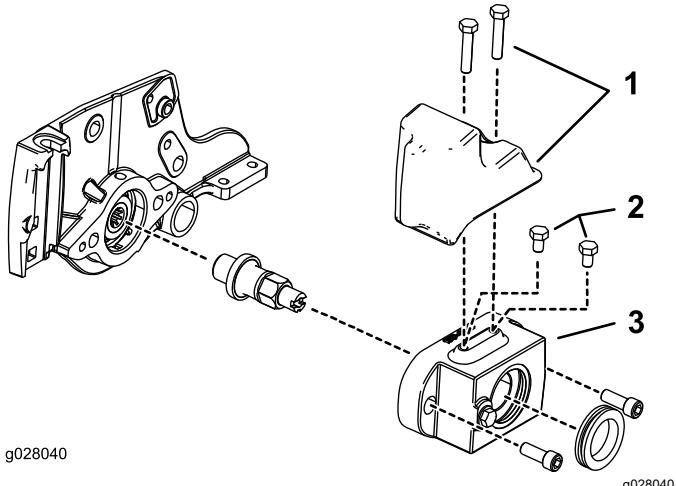

Figura 5
- Motores de molinete hidráulicos de 12,7 cm: instale 2 pernos ($5/16$ "-18 x $1\frac{1}{2}$ ") encima del alojamiento del cepillo del rodillo (Figura 5).
- Motores de molinete hidráulicos de 12,7 cm: instale el kit de contrapesos encima del alojamiento del cepillo del rodillo con 2 pernos ($5/16$ "-18 x $1\frac{1}{2}Figura 5.$